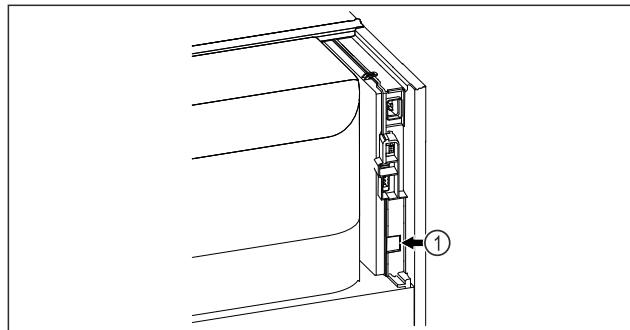

Fig. 100
SmartModule Fig. 100 (1) ist eingesetzt.